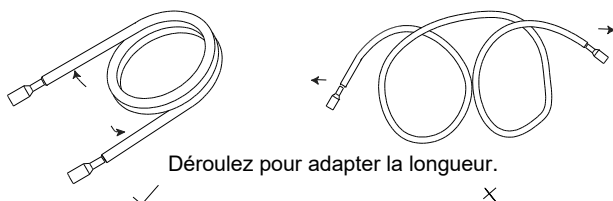

Fig. 10
(2) Ne tentez jamais de couder à un rayon supérieur à 90°.
(3) Le fait de couder et redresser les tuyaux à plusieurs reprises aura pour suite la dégradation du matériau qui devient dur ce qui empêche de le couder ou redresser par la suite. Couder et redresser le tuyau trois fois au maximum.
(4) Ne jamais cintrer le tuyau avec son calorifugeage. Ceci déformerait le tuyau. Réaliser une découpe à l'aide d'un outil bien tranchant comme indiqué sur la figure 10, dénuder le tuyau du réfrigérant et réaliser le coude nécessaire. Une fois le tuyau coudé, refermer le calorifugeage et le fixer avec un ruban adhésif.